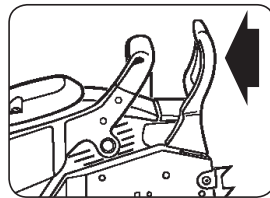

Abb. 3B
1. Stellen Sie sicher, dass der Kettenbremshebel zur Position ENTKUPPELT zurückgezogen ist (Abb. 3B).